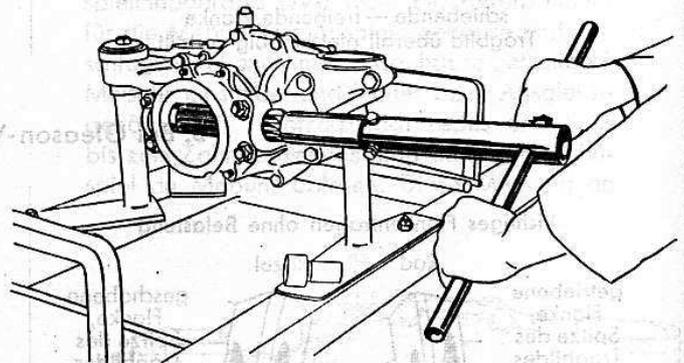

Bild 176
27. Lagerdeckel zum Hinterachsgehäuse von der Flanschseite über Hinterachsrohr einführen. Neuen Lagerdeckel zuvor am Hinterachsgehäuse anpassen, entweder durch Ausreiben (Bild 176) oder mit besonderer Fräsvorrichtung (Wst 1656).